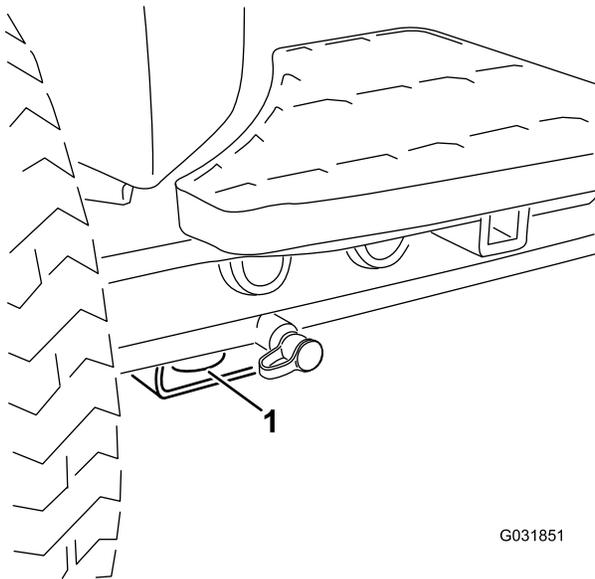
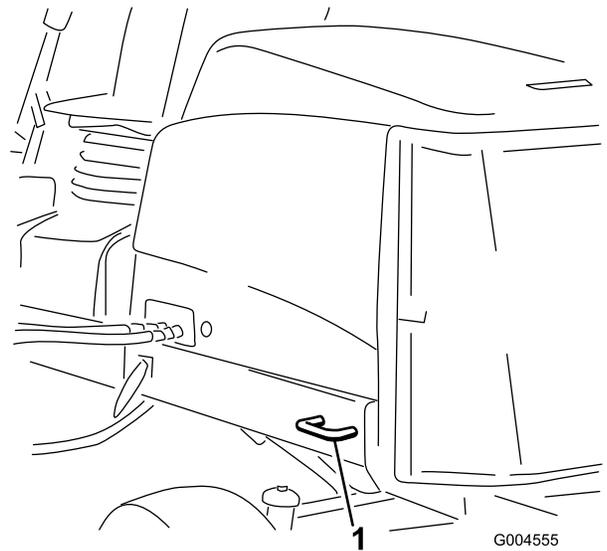

Figura 69
Figura 70
- Prenda bem a máquina. As correias frontais e traseiras devem estar dirigidas para baixo e para fora da máquina; consulte a Figura 69 e a Figura 70.
- Dianteira – o orifício na pastilha retangular, por baixo do tubo do eixo, dentro de cada pneu dianteiro (Figura 69)
- Traseira – cada lado da máquina na estrutura traseira (Figura 70)